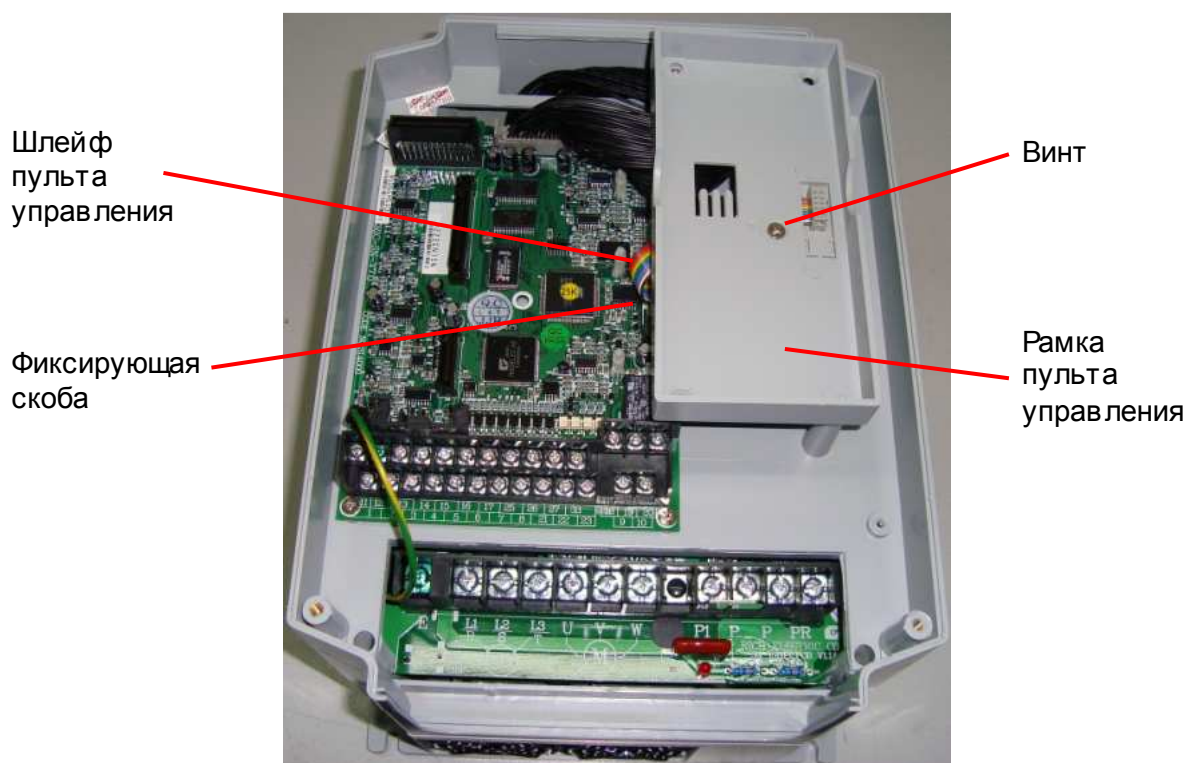

Рис. 6.3
6.3.1. Выкрутить винт крепления рамки пульта управления (рис. 6.3.), положить винт в тару.
6.3.2. Демонтировать рамку пульта управления, отвести фиксирующую скобу и отсоединить разъем шлейфа пульта управления от платы ЦП (рис. 6.3). Положить рамку пульта управления в тару.